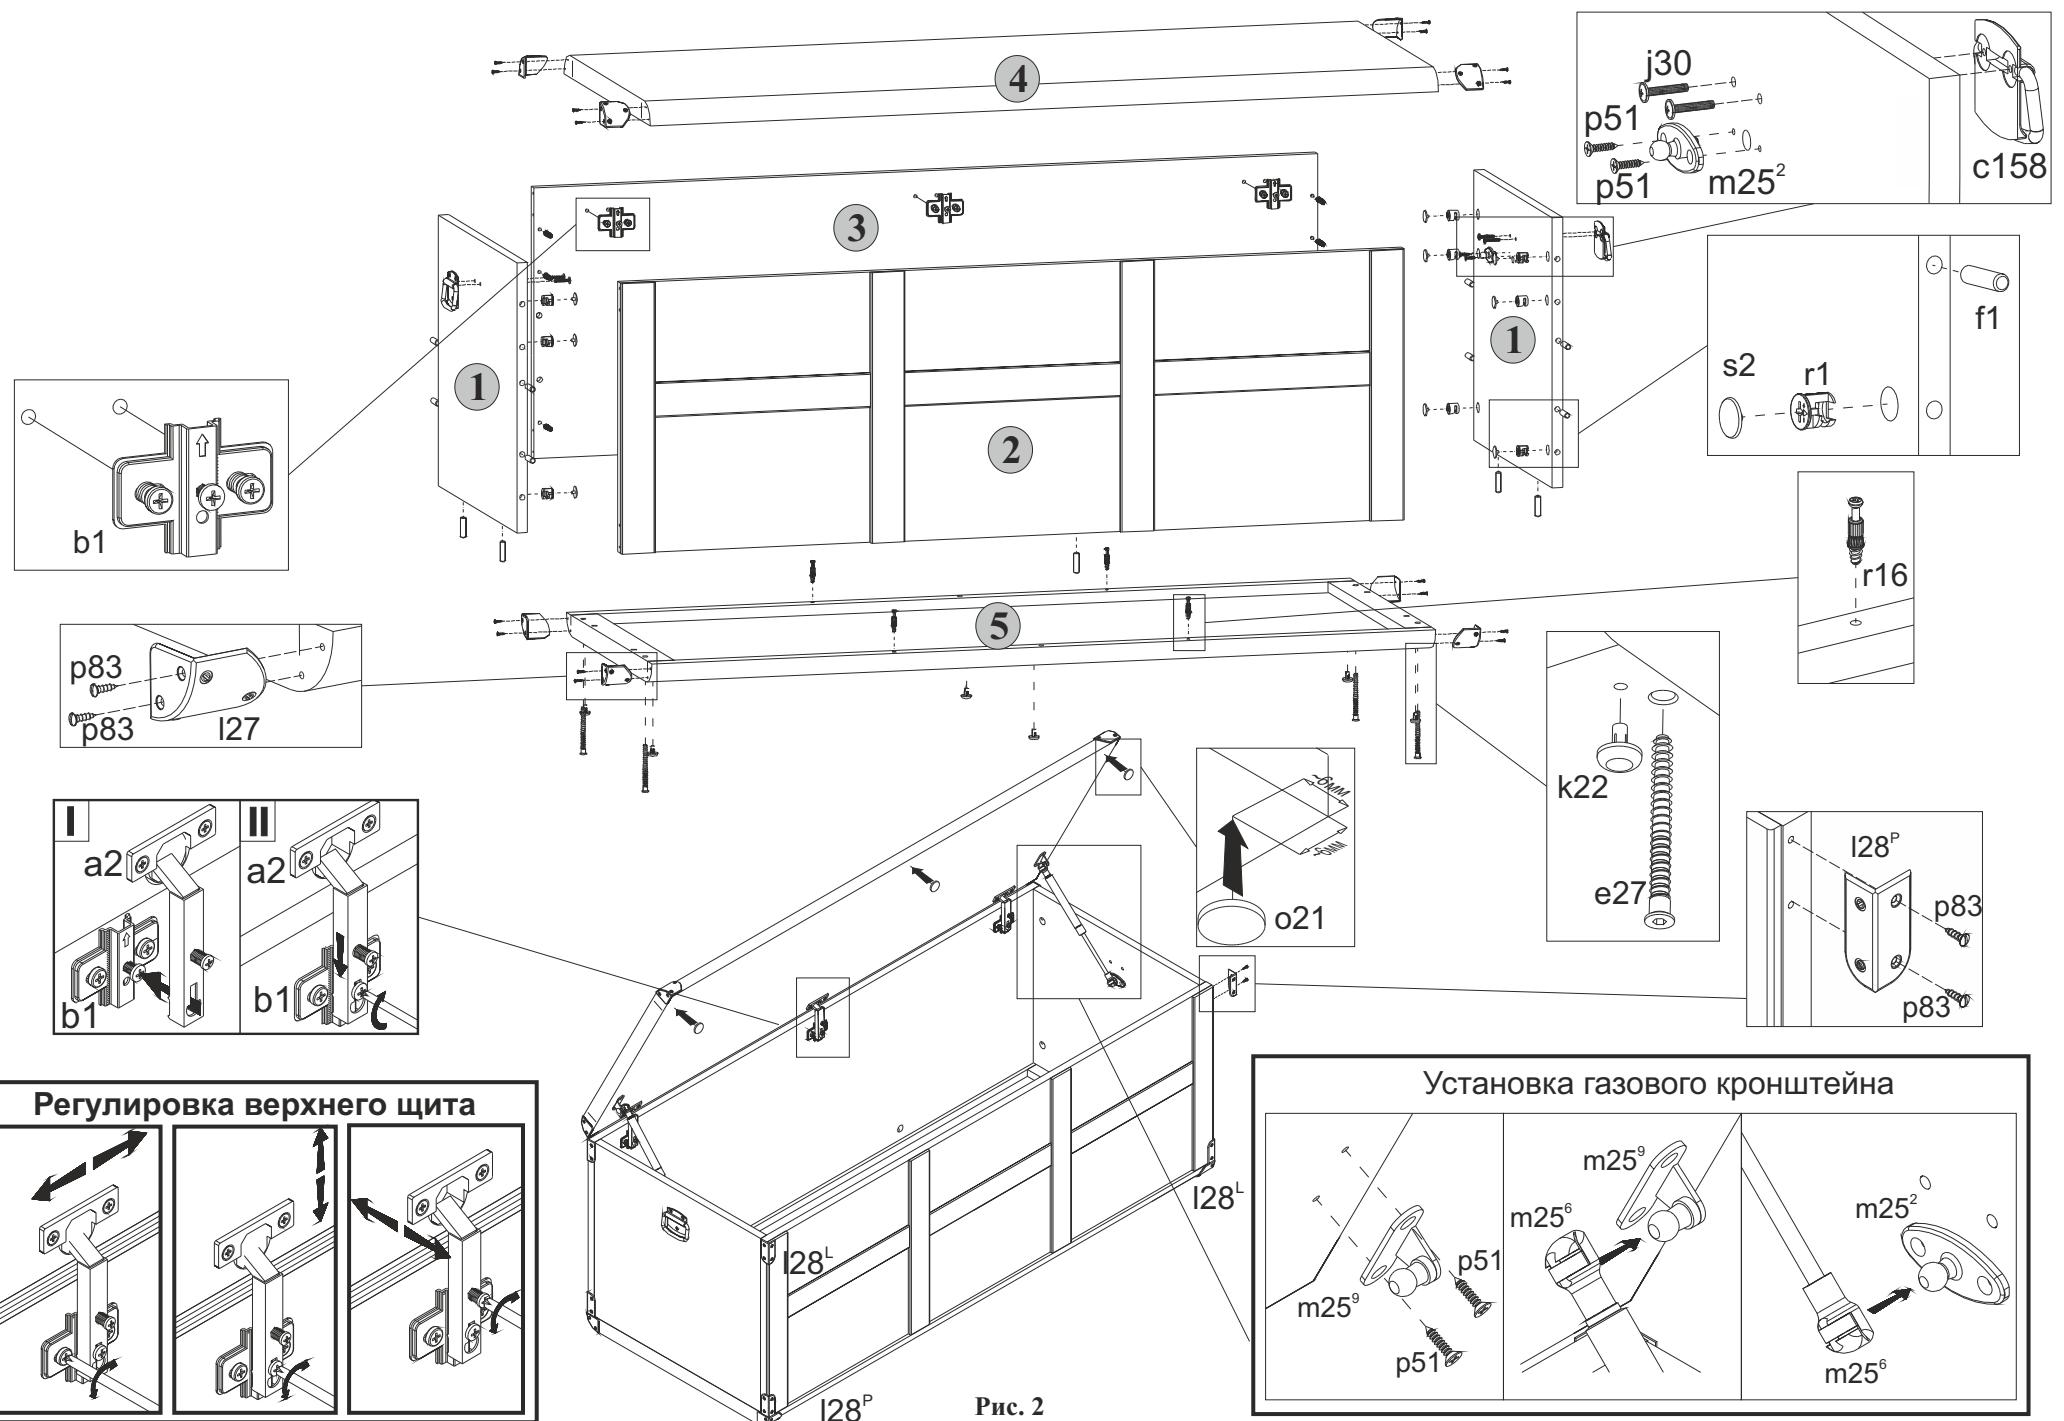

Рис. 2
5.16 Навесить щит верхний **4** на корпус тумбы, совместив петли шарнирные **a2** с направляющими петель **b1** (**см.рис.2**). При необходимости отрегулировать положение щита верхнего вращая регулировочные винты, как показано на **рисунке 2**.
5.2 В отверстия диаметром **8 мм** на передних, задних и нижних кромках стенок боковых **1**, на нижней кромке стенки передней **2**, на нижней кромке плиты задней **3** вбить деревянные шканты **f1** (**см.рис. 2**).
5.3 На внутренних поверхностях стенок боковых **1** в отверстия диаметром **3 мм** (кернения) шурупами **p51** закрепить шарнирные элементы **m25²** газовых кронштейнов **m25⁶**, пользуясь крестообразной отверткой (**см.рис.2**).
5.4 На внутренних поверхностях стенок боковых **1** в отверстия диаметром **15 мм** вставить стяжки эксцентриковые **r1** (**см.рис. 2**).
5.6 В оставшиеся отверстия диаметром **5 мм** на внутренней поверхности плиты задней **3**, в отверстия диаметром **5 мм** на внутренней поверхности стенки передней **2**, а также в отверстия диаметром **5 мм** на верхней поверхности щита нижнего **5** вкрутить винты стяжки **r16**, пользуясь крестообразной отверткой (**см.рис. 2**).
5.7 В отверстия диаметром **4,5 мм** на нижней поверхности щита нижнего **5** вставить опоры полимерные **k22** (под пятники) (**см.рис. 2**).
5.9 К стенкам боковым **1**, стенке передней **2** и плите задней **3** присоединить щит нижний **5** стянуть еврошурупами **e1**, пользуясь специальным ключом **z1** из комплекта фурнитуры (**см.рис. 2**).
5.12 Положить щит верхний **4** верхней поверхностью вниз на ровную поверхность. Закрепить на щите верхнем **4** петли шарнирные **a2**, пользуясь крестообразной отверткой (**см.рис.2**).
5.14 На внутренней поверхности щита верхнего **4** шурупами **p51** закрепить шарнирные элементы **m25⁹**, газовых кронштейнов **m25⁶**, пользуясь крестообразной отверткой (**см.рис.2**).